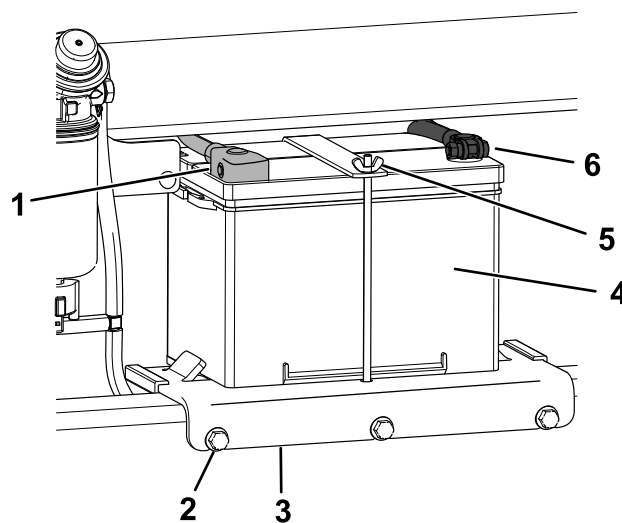

Figure 63
4. Débranchez le câble négatif (noir) de mise à la masse de la borne de la batterie (Figure 63). Conservez les fixations.
6. Débranchez le câble positif (rouge) de la borne de la batterie (Figure 63). Conservez les fixations.
7. Desserrez les 3 boulons de fixation du support de batterie et déposez le support avec la batterie (Figure 63).
1. Placez la batterie sur son support et fixez-la en place avec l'écrou à oreilles et la tige (Figure 63).
2. Montez le support de batterie sur la machine et fixez-le en place avec les 3 boulons (Figure 63). Serrez les boulons à 41 N·m (30 pi-lb).
3. En vous servant des fixations retirées précédemment, branchez le câble positif (rouge) de la batterie à la borne positive (+) (Figure 63).
5. En vous servant des fixations retirées précédemment, branchez le câble négatif (noir) à la borne négative (-) de la batterie (Figure 63).